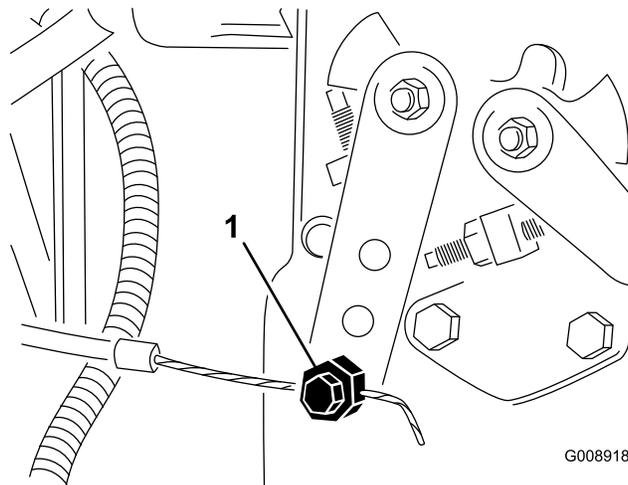

Figure 55
2. Desserrez le connecteur du câble d'accélérateur sur le bras du levier de la pompe d'injection (Figure 55).